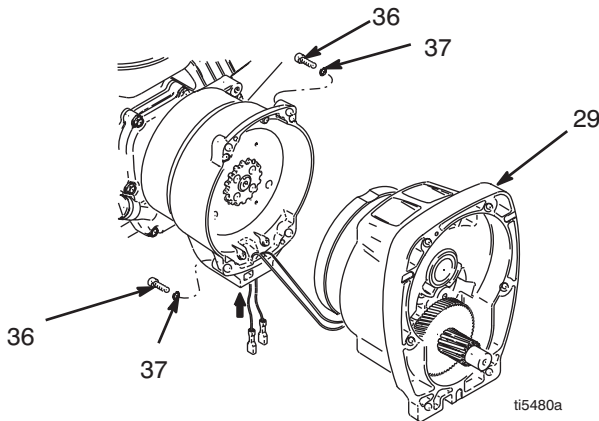
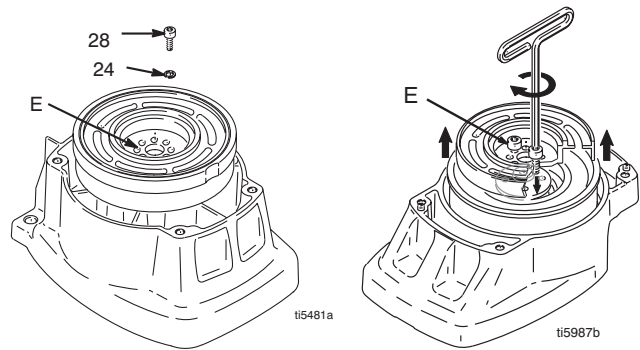

FIG. 4
FIG. 5
2. FIG. 4. Desligue os conectores do cabo da embraiagem do interior do regulador da pressão.
- a. Retire dois parafusos (71) e movimente a tampa para baixo (130a).
3. FIG. 4. Retire quatro parafusos (36) e a unidade do pinhão (29).
4. FIG. 5. Coloque a unidade do pinhão (29) no banco com o lado do rotor voltado para cima.
5. Retire quatro parafusos (28) e quatro anilhas de segurança (24). Instale dois parafusos nos orifícios roscados (E) do rotor. Aperte alternadamente os parafusos até retirar o rotor.
9. FIG. 5. Coloque a unidade do pinhão na bancada com o lado do rotor voltado para cima.
10. Aplique locktite nos parafusos. Instale os quatro parafusos (28) e as anilhas de segurança (24). Aperte os parafusos alternadamente a um binário de aperto de 125 pol.-lbs até que o rotor fique bem fixo. Utilize os orifícios roscados para suportar o rotor.
11. FIG. 4. Instale a unidade do pinhão (29) com quatro parafusos (36) e com as anilhas (37).